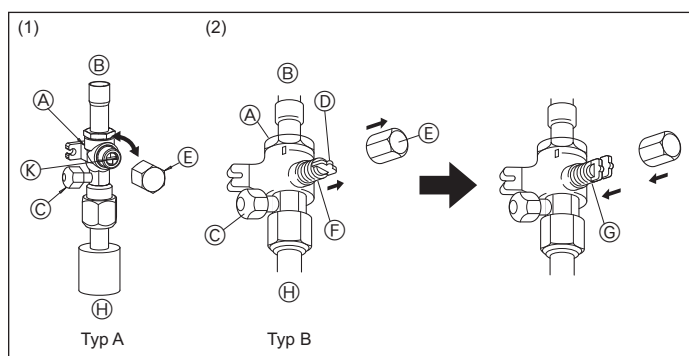

Fig. 5-9
(1) Typ A (Fig. 5-9)
(2) Typ B (Fig. 5-9)